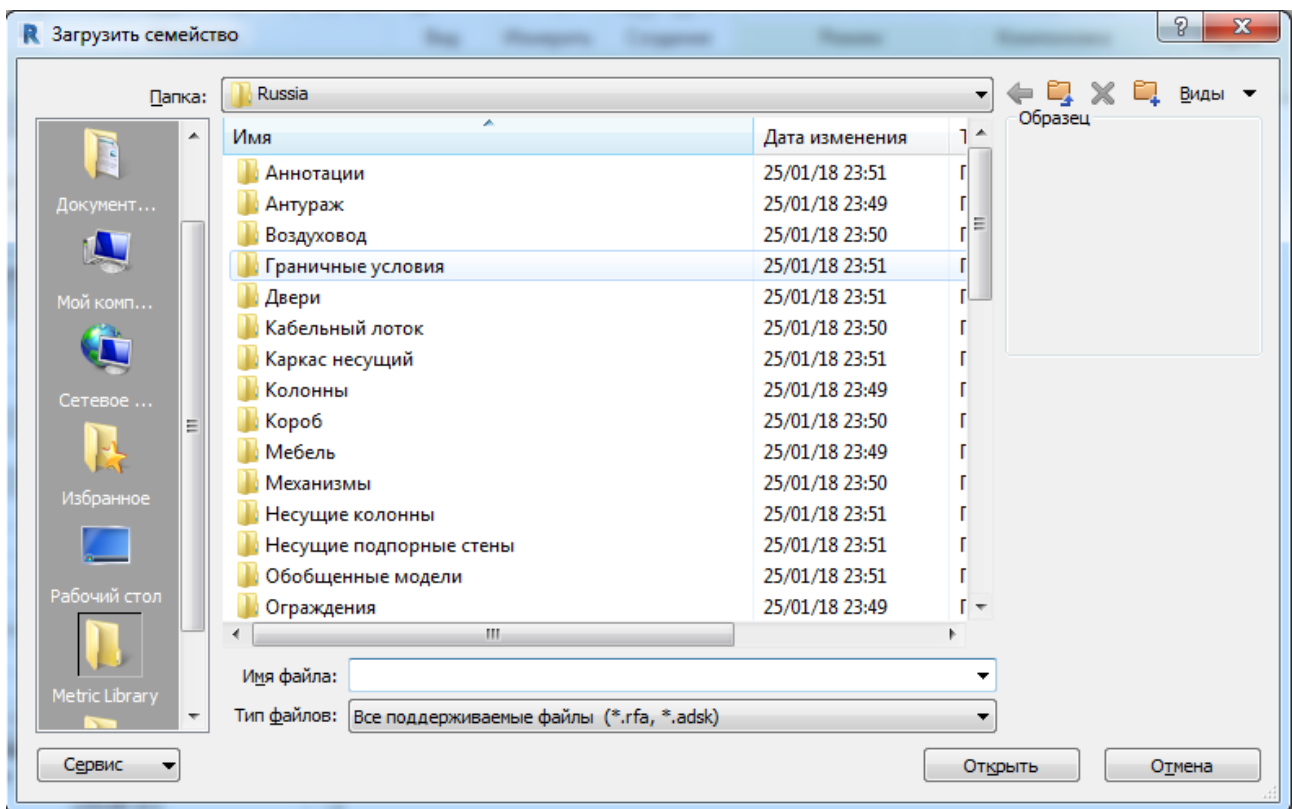

Рисунок 5.9. Диалог открытия файла семейства
5.3. В открывшемся окне диалога открыть файл семейства (рисунок 5.9) в папке «Механизмы» (которая при стандартной установке программы Revit находится по адресу: C:\ProgramData\Autodesk\RVT 2018\Libraries\Russia)-> «MEP» -> «Комп. на стор. возд.» -> «Воздухоприемники»